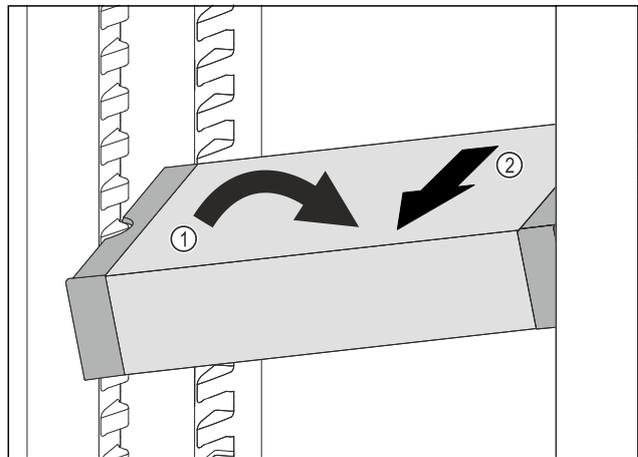

Fig. 85
- ▶ Coloque el VarioSafe en el compartimento del frigorífico en posición oblicua. Fig. 85 (1)
- ▶ Extraiga el VarioSafe hacia delante. Fig. 85 (2)